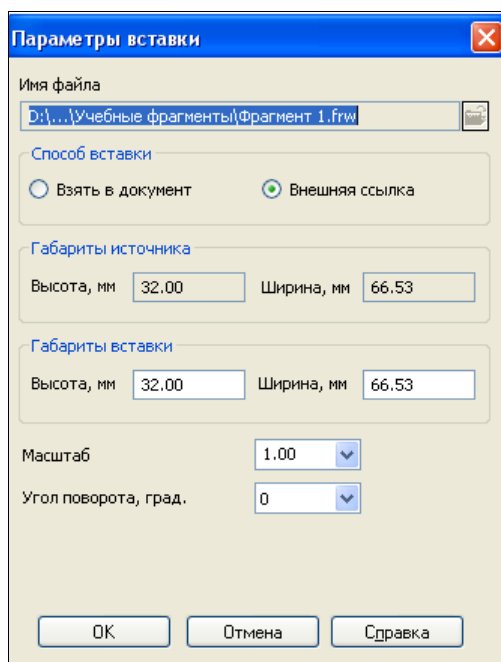

Рис. 23.17. Диалоговое окно **Параметры вставки**
- ◆ выделите нужный файл, например, фрагмент 1. В диалоге становится активной кнопка **Параметры**. После ее нажатия на экране появится диалоговое окно **Параметры вставки** для настройки параметров вставки иллюстрации в документ (рис. 23.17);